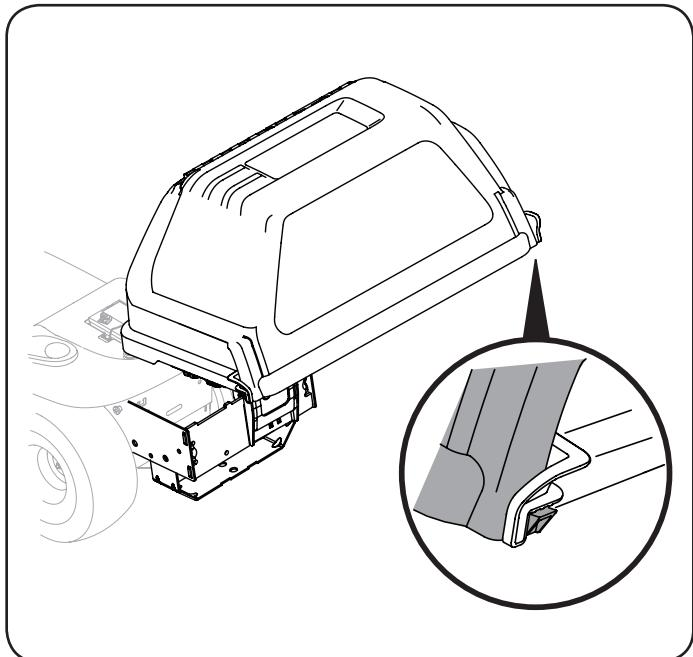

Figure 16
5. Faites pivoter le couvercle du sac de ramassage supérieur pour fermer l'accessoire, enfoncez les languettes arrière de droite et de gauche et verrouillez-les en place, sous les encoches se trouvant de chaque côté. Assurez un ajustement sûr et serré. Consultez la Figure 16.